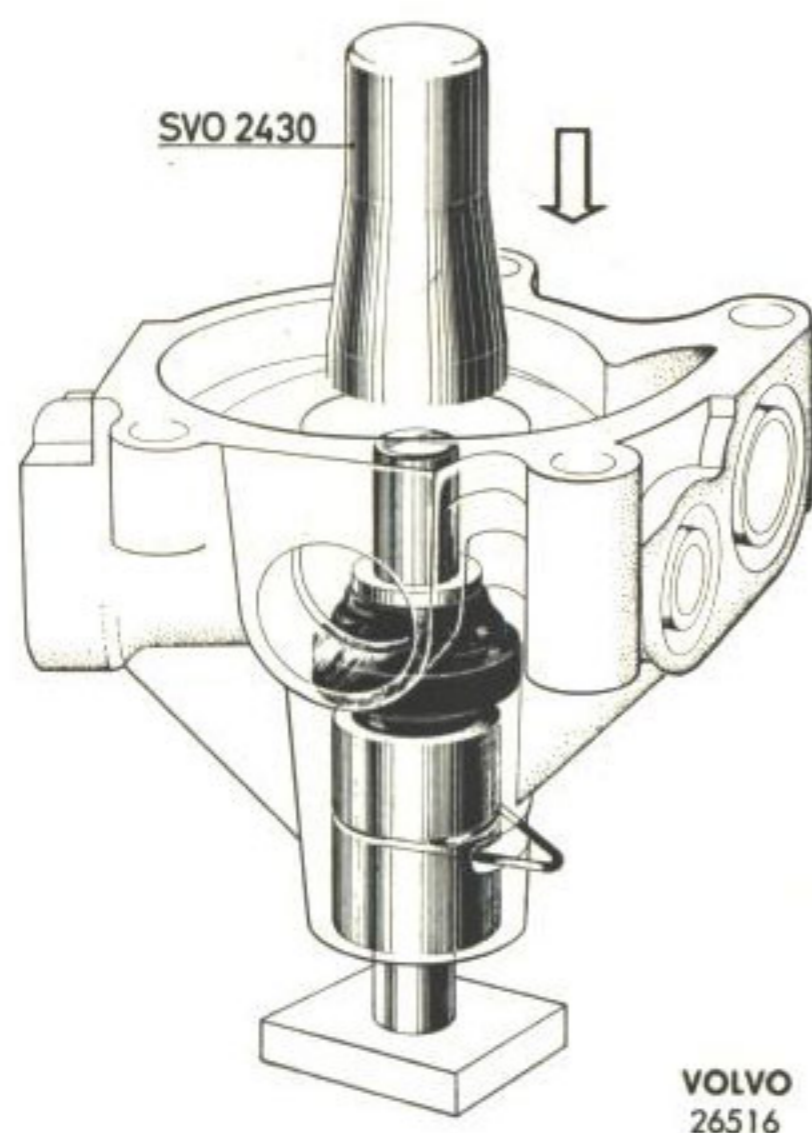

Bild 79. Montering av tätningring.
2. Montera tätningringen med dorn SVO 2430, enligt bild 79. Bestryk tätningssytan mot hjulet med molybdendisulfid, uppslammad i rödsprit.